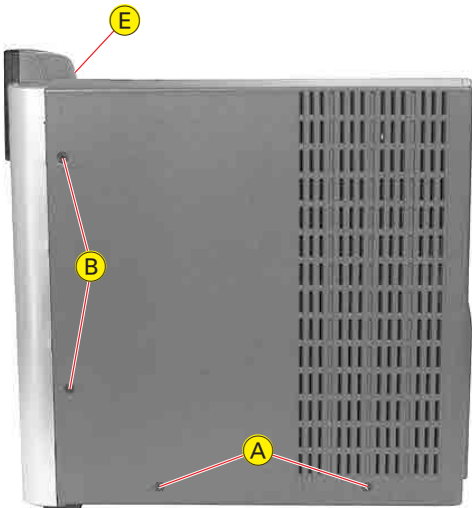

Fig. 1
- Beim Zusammenbau Gehäuseoberteil an der Front (**E**, Fig. 1) einhängen und Gerät schließen.